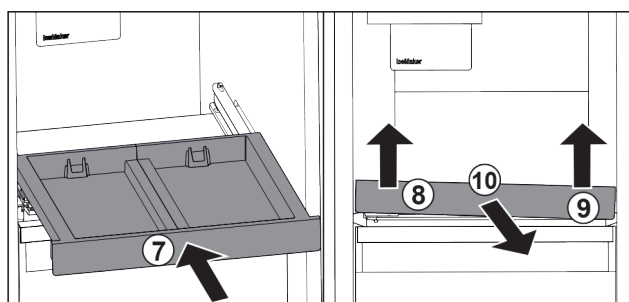

Fig. 31
- ▶ Zasuňte vysouvací přihrádku. Fig. 31 (7)
- ▶ Vysouvací přihrádku vpředu vlevo nadzvedněte. Fig. 31 (8)
- ▶ Vysouvací přihrádku vpředu vpravo nadzvedněte. Fig. 31 (9)
- ▶ Odeberte vysouvací přihrádku směrem dopředu. Fig. 31 (10)